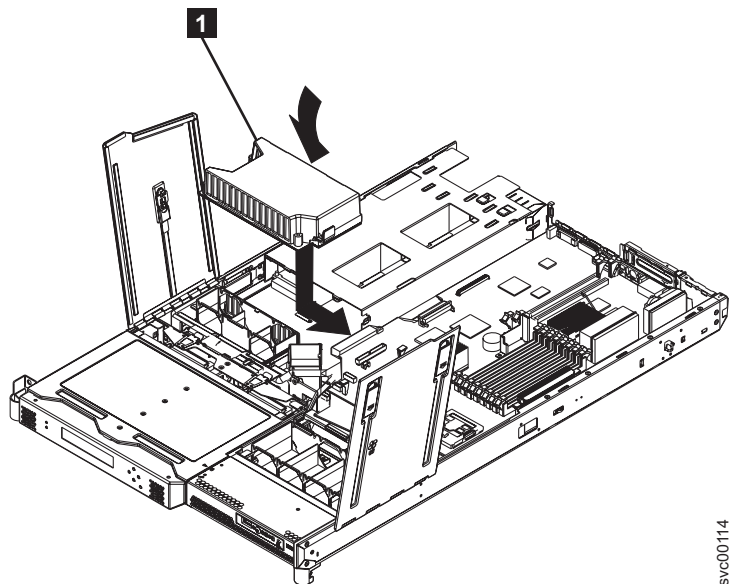

図 165. SAN ボリューム・コントローラー 2145-8F4 または SAN ボリューム・コントローラー 2145-8F2 の電源バックプレーンの交換
1. SAN ボリューム・コントローラー 2145-8F4 または SAN ボリューム・コントローラー 2145-8F2 の所定の位置で電源バックプレーンを下げ、システム・ボードに接続するように右方にスライドします。図 165 を参照してください。